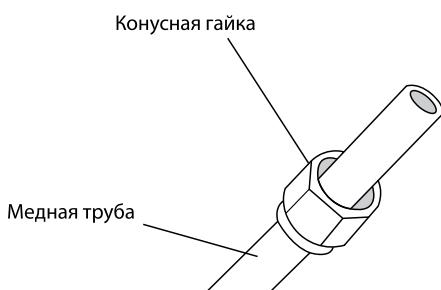

Рис. 5.3
3. Наденьте конусные гайки на оба конца трубы. Гайки должны быть ориентированы в правильном направлении, поскольку после развалицовки гайки нельзя будет надеть или изменить их ориентацию. См. рис. 5.3.